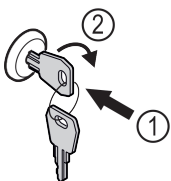

Fig. 132
- ▶ Sæt nøglen i Fig. 132 (1).
- ▶ Drej nøglen 90° med uret Fig. 132 (2).